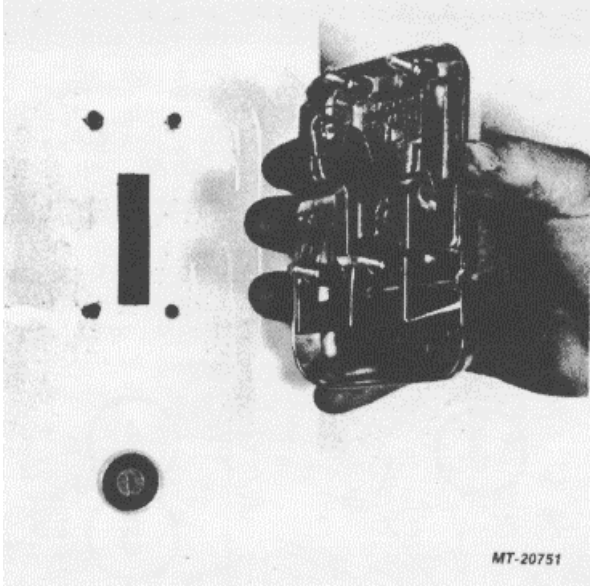

Fig. 24. Removing Door Outer Handle
3. Remove door outer handle from door (Fig. 24).